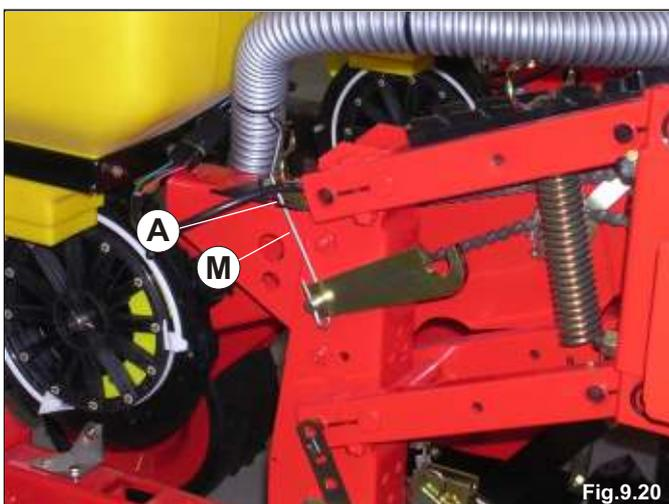

Fig.9.20
- Переместите пружину **М** из положения **А** (Рис. 9.20) в положение **В** (Рис. 9.21).